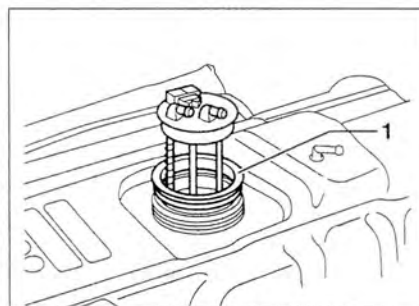

Рис. 2.61. Извлеките топливный насос вместе с прокладкой 1.
3. Извлеките топливный насос вместе с прокладкой 1 (рис. 2.61).